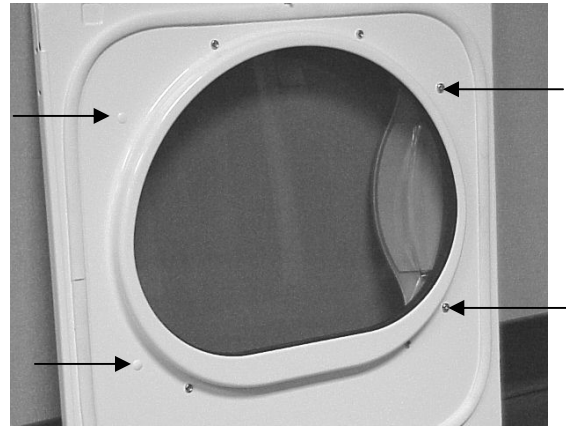

Figure 4
4. Enlevez deux (2) vis de la poignée et deux (2) bouchons de la Porte ; en prenant soin de ne pas doubler la peinture de la Porte. (Figure 4).